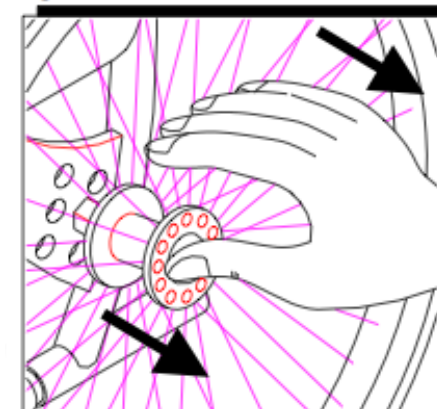

fig. 2
- Eemaldage kogu ratas (fig. 2)